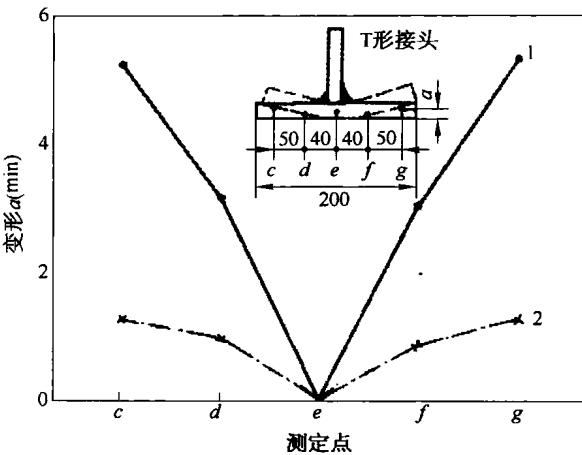

图 1-7 CO₂ 气体保护焊与手工电弧焊的变形比较
3) 焊接变形小 因为 CO₂气体保护焊的电流密度高、电弧热量集中,并且 CO₂气体有冷却的作用,受热的面积相对较小,所以焊后工件的变形就小,如图 1-7 所示,特别是焊接薄板时可以减少矫正变形的工作量。